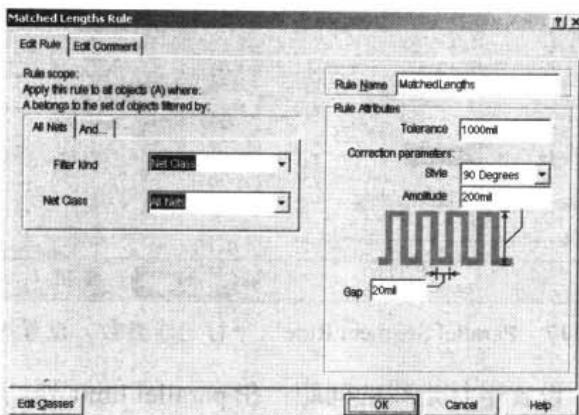
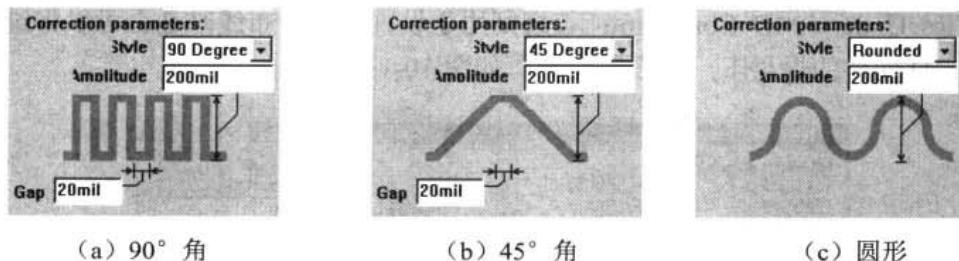

图 10-114 Matched Lengths Rule (匹配网络长度) 设置对话框
图 10-115 调整布线所用的样式
- Matched Net Lengths: 匹配网络长度。该规则用于设置各个网络走线长度的不等程度。如果要在自动布线时使网络长度相匹配，则在此规则中设置相应的修正参数。PCB 程序会检测出最长的网络，将其他网络长度与之相比较，并作相应调整。该规则的设置对话框，即如图 10-114 所示。在 Tolerance 处，可设置最大误差；在 Correction parameters 栏下设置修正参数，包括 Style（调整布线时所用的样式）、Amplitude（振幅）和 Gap（间隙）。调整布线时所用的样式有 3 种：90 Degree（90° 角）、45 Degree（45° 角）和 Rounded（圆形），如图 10-115 所示。